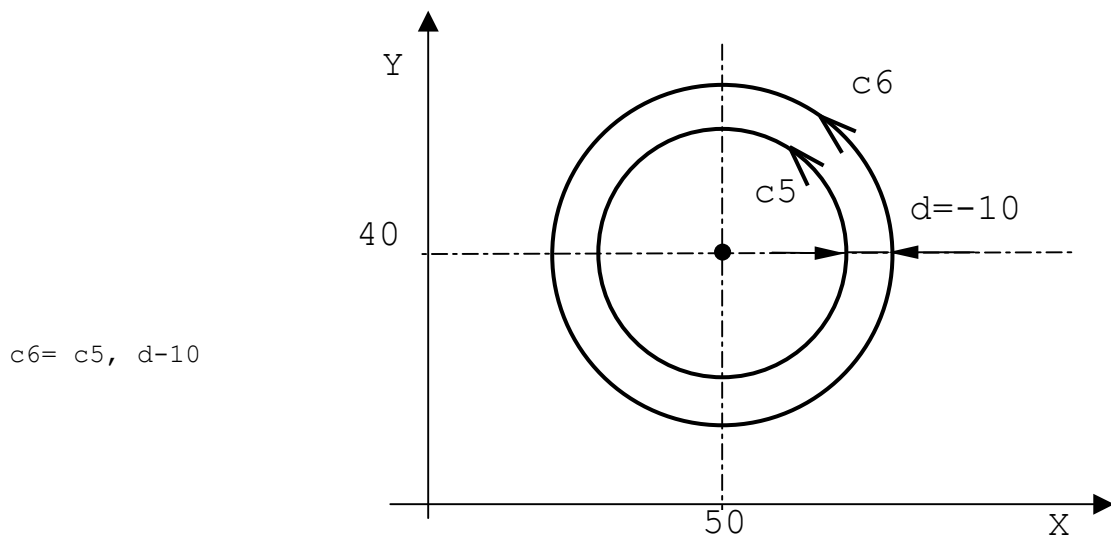

Рисунок 2.97
- окружность концентрическая к предопределённой окружности и отдалённая от неё на данную величину (рисунок 2.97):